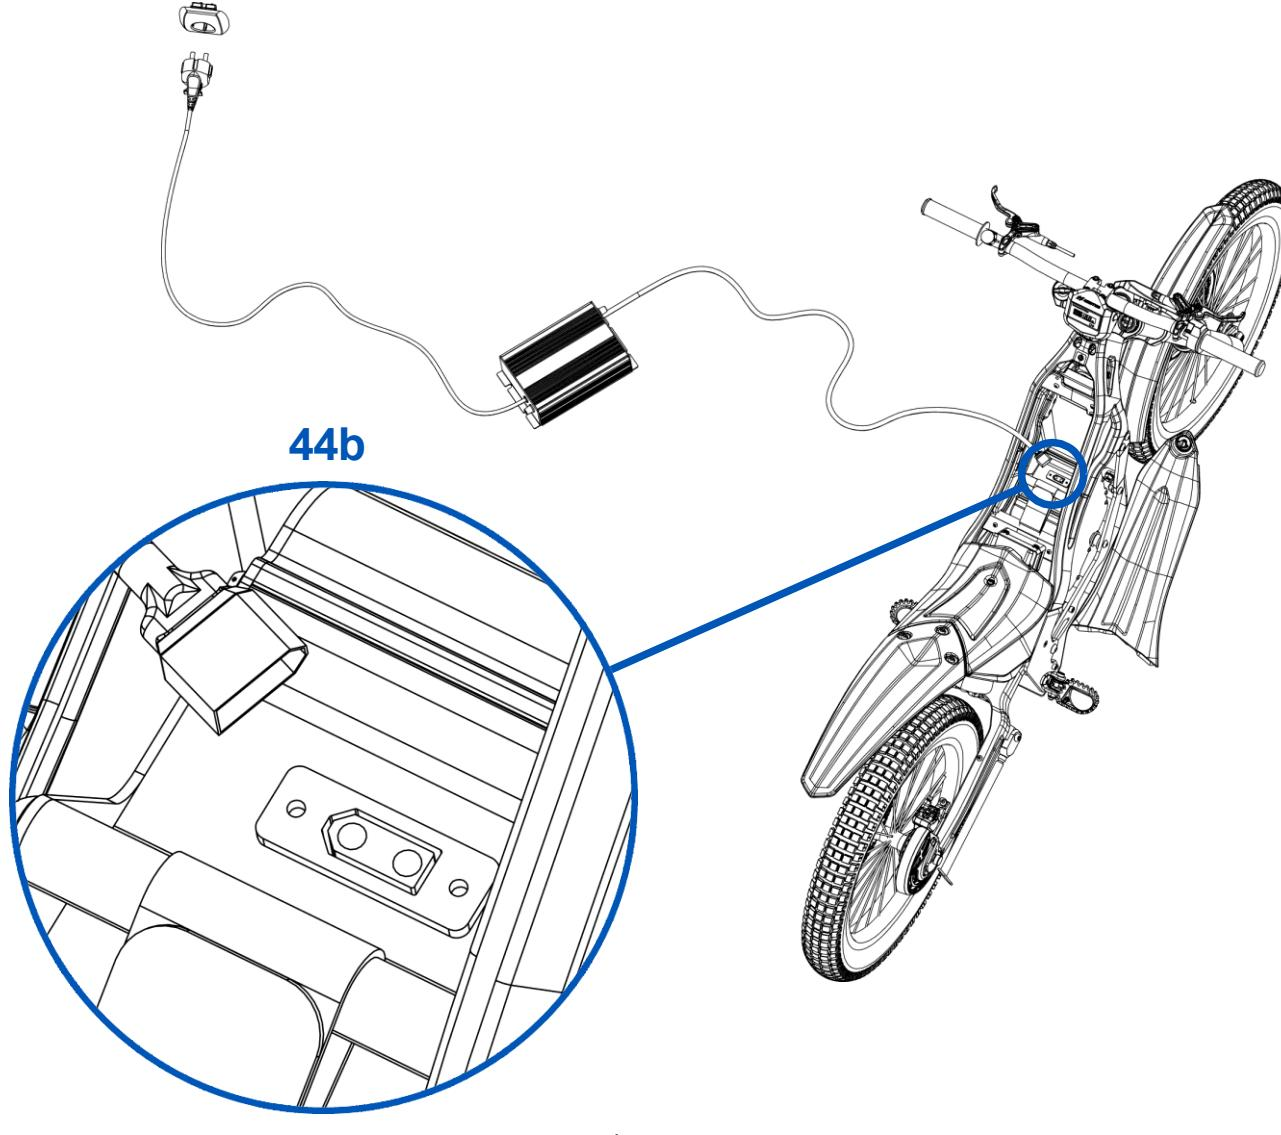

Fig. 44
- 5- Después, debe enchufar el cable del cargador a la red doméstica (Fig. 44).